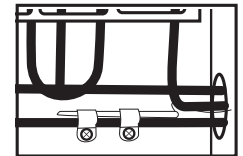

Fig. 1
**MISE EN GARDE :** veiller à ne pas endommager les tubes capillaires du thermostat en nettoyant l'intérieur de la cuve (Fig. 1)